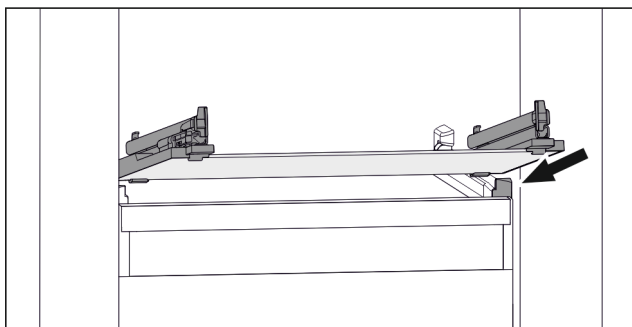

Fig. 112 Beispielhafte Darstellung der Glasplatte
- Glasplatte schräg hinter den Stopperr aufsetzen. (siehe Fig. 112)